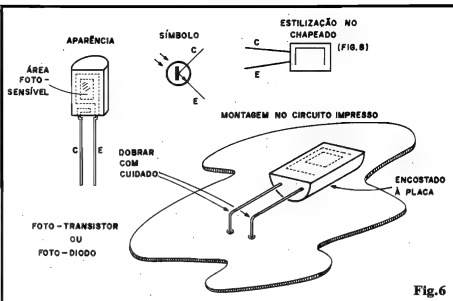

Fig. 6
- **FIG. 6 - DETALHES SOBRE O FOTO-SENSOR INFRA-VERMELHO** - Também esse componente (importante, na montagem do BIVEP-R) está devidamente "dissecado" na figura, que enfatiza a aparência, pinagem, símbolo, estilização adotada no respectivo chapeado, e até a forma "física" de dispô-lo sobre a placa, de modo que sua área sensível fi-